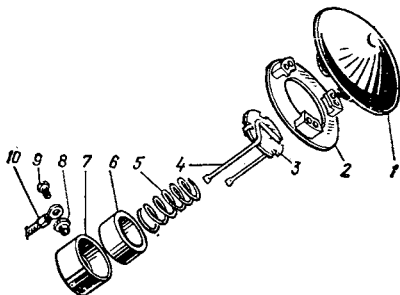

Рис. 118. Выключатель звукового сигнала:
**Звуковой сигнал.** На автомобиле устанавливается звуковой электрический сигнал, вибрационный, безрупорный. Сигнал включается кнопкой, смонтированной на рулевом колесе (рис. 118).